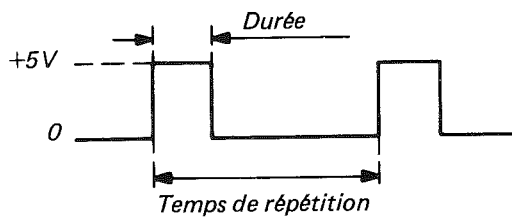

Fig. 6.1. Impulsion principale, mode normal
- Connecter un oscilloscope au connecteur PULSE OUT par l'intermédiaire d'une charge adaptée de 50 Ohm et observer une impulsion similaire à celle de la fig. 6.1.